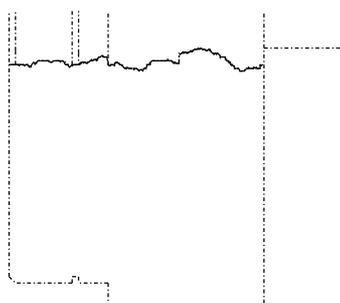

Abbildung 4.16: Ausbruch
- ? Antippen von **[ERSTELL]? LINIE? Polygon ? [FARBE]? Grün**. Der Befehl ermöglicht das Zeichnen von beliebigen Linienfolgen. Zeichnen eines Ausbruches wie unter Abbildung 4.16 dargestellt. Als Erstellungsorientierung dient die zuletzt gezeichnete Hilfslinie. Der **Fangwinkel** kann unter dem Menüpunkt **[STANDARDS]** auf 0 gesetzt werden, sollte im Anschluß jedoch wieder auf 15 eingestellt werden.